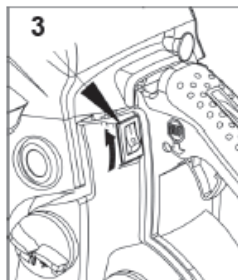

Рис. 6.2
4. Установите выключатель двигателя (Рис. 6.2, поз. 3) в положение «I».